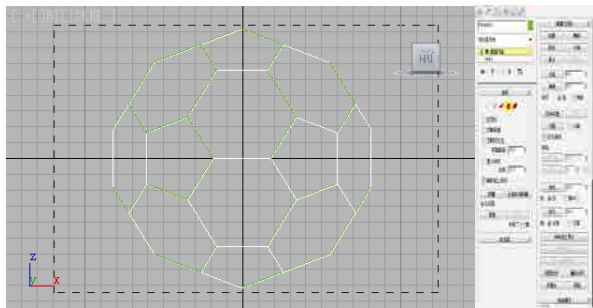

图3-68
- 05 单击  (修改) 按钮，进入修改面板，选择  下拉列表框中的  编辑网格 选项，添加“编辑网格”修改命令，单击  选择 卷展栏中的  (多边形) 按钮，进入多边形编辑模式，并框选整个异面体，如图3-68所示。